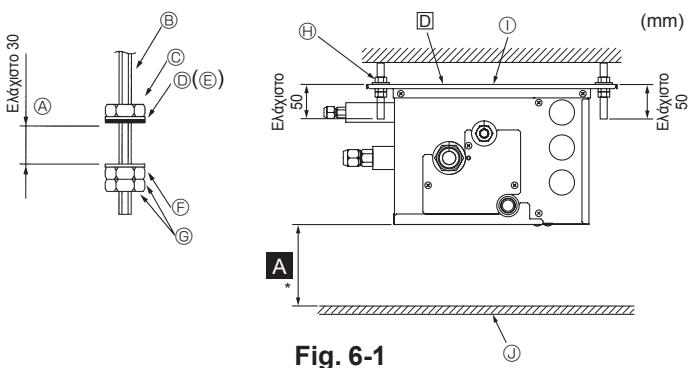

Fig. 6-1
- (2) Τοποθετήστε τις ροδέλες και τα παξιμάδια (①, ②, θα τα προμηθευτείτε από το εμπόριο) στα μπουλόνια ανάρτησης. (Fig. 6-1)
- (3) Κρεμάστε τη μονάδα στα μπουλόνια ανάρτησης.